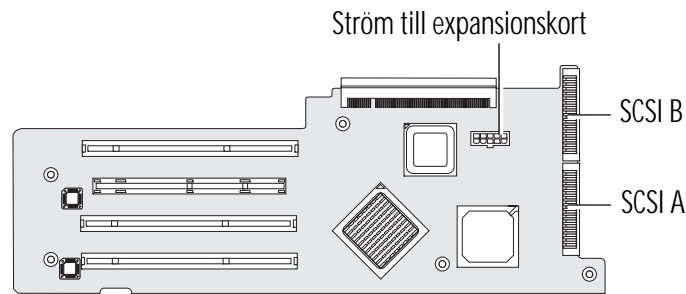

BILD 4-26 Koppla bort expansionskortsanslutningarna
6. Koppla bort SCSI-data- och strömkabeln från expansionskortet (se BILD 4-26).